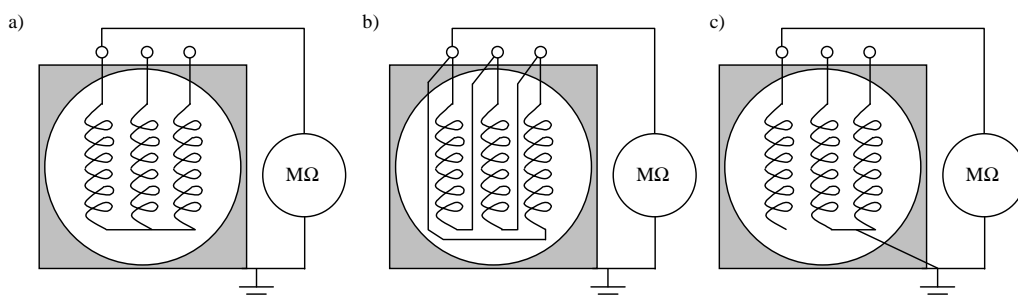

Рисунок 7-7 Подсоединение обмоток статора для измерений сопротивления изоляции
- Проверьте, чтобы вторичные подключения трансформаторов тока (СТ), включая свободные сердечники, были закрыты. См. *Рисунок 7-7 Подсоединение обмоток статора для измерений сопротивления изоляции*
Измерение сопротивления изоляции должно производиться в распределительной коробке. Обычно тест распространяется на все обмотки в группе, в таком случае измеритель подключен между корпусом машины и обмоткой, см. *Рисунок 7-7 Подсоединение обмоток статора для измерений сопротивления изоляции*. Корпус заземлен и три фазы обмотки статора остаются подключенными на нейтральную точку, см. *Рисунок 7-7 Подсоединение обмоток статора для измерений сопротивления изоляции*.
Если измеренное сопротивление изоляции всей обмотки ниже заданного и фазовые обмотки могут легко разъединиться друг от друга, каждую фазу можно измерить отдельно, но это возможно не во всех машинах. В таких случаях прибор подключен между корпусом машины и одной из обмоток. Корпус и две фазы, которые не измеряются, заземлены; см. *Рисунок 7-7 Подсоединение обмоток статора для измерений сопротивления изоляции*.